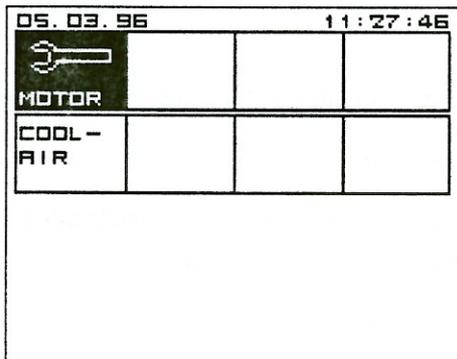

Figure 18. Air de refroidissement du moteur 1.
- 2) Appuyer 2 fois sur le bouton P et choisir A2 (Figure 18).